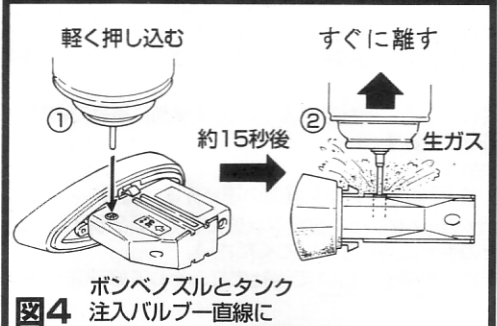

図4
②デタッチャブルガスタンクへのガス注入 ⇒図4参照
①タンクの注入バルブ側を上(水平)にして、ポンベのノズルが注入バルブと一直線になるようにして差し込み、軽く押し込んでください。
②約15秒後注入音が変わり、タンクバルブ周りから生ガス(いわゆる液状ガス)が噴き出したら注入完了です。ポンベをすぐに離してください。